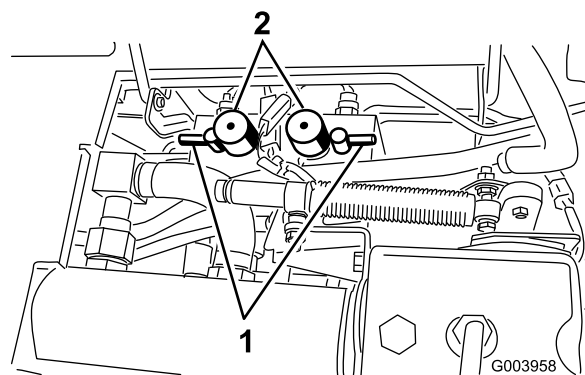

Рисунок 85
5. Установите оба регулятора скорости вращения барабана в положение 1 (Рисунок 85).
6. Выберите передний, задний или оба рычага обратного вращения, чтобы определить, заточку каких режущих блоков необходимо произвести (Рисунок 85).